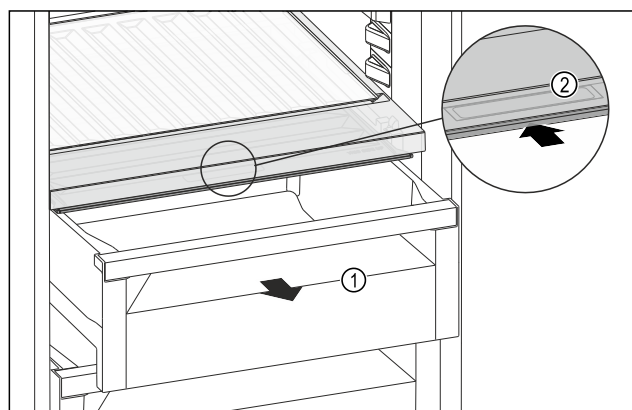

Fig. 108
- Izvucite ladicu Fig. 108 (1).
- Primite ručku Fig. 108 (2) na poklopcu pretinca i istodobno povucite poklopac pretinca prema natrag.